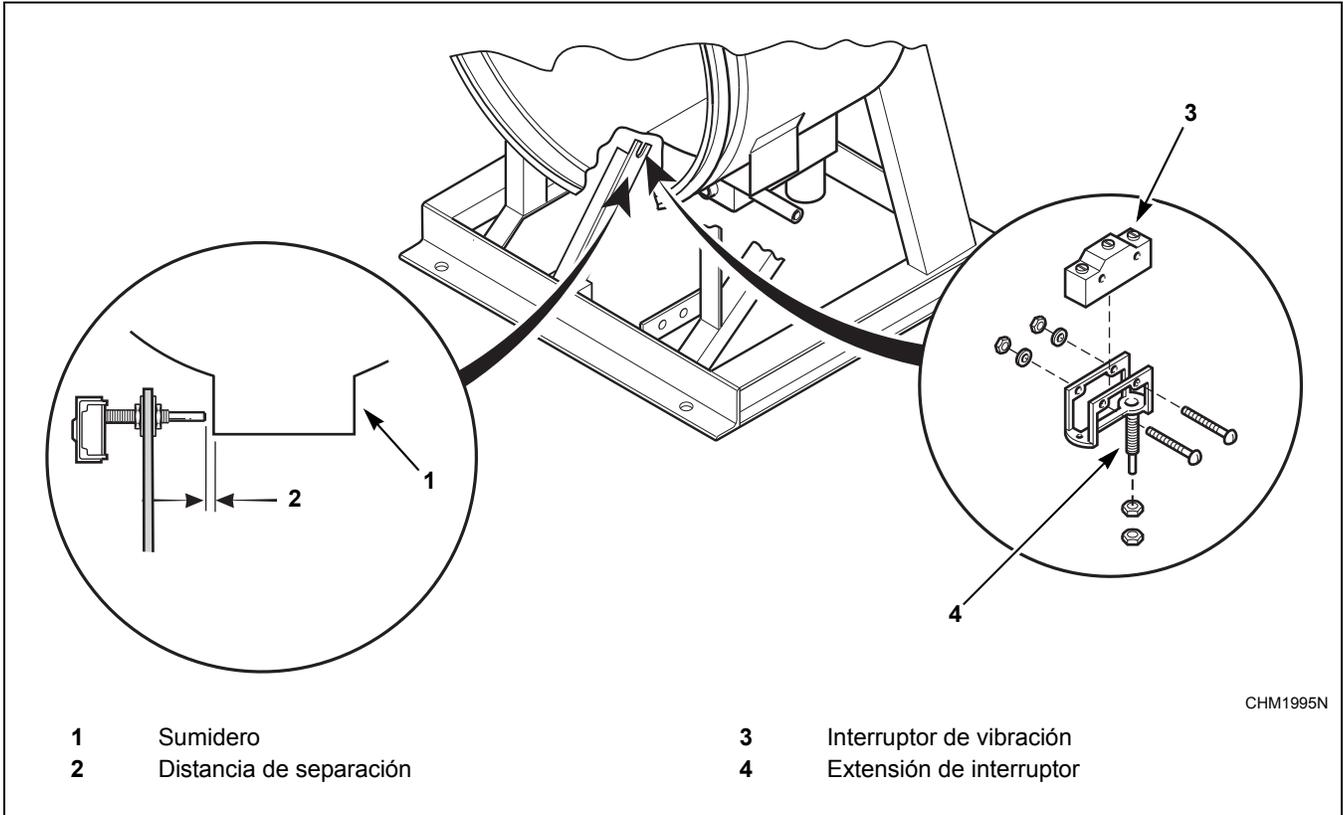
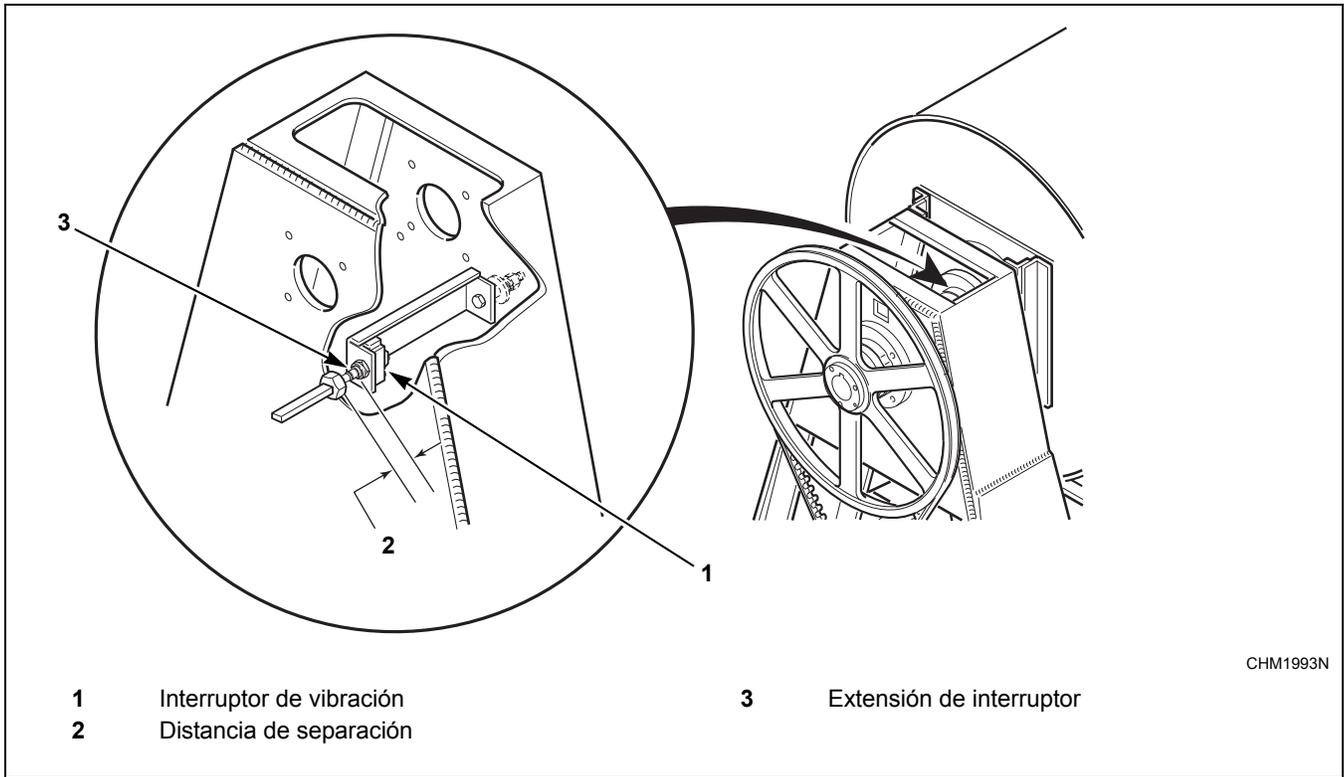

Figura 33
Figura 37
Después de que la máquina haya sido instalada correctamente, la separación del interruptor de vibración deberá ser medida antes de realizar la Prueba de función de control. Localice el espacio que se encuentra entre el interruptor de vibración y la estructura de la máquina. Consulte las Figuras *Figura 33* a *Figura 37*. Para comprobar el ajuste de separación del interruptor, proceda de la siguiente manera:
1. Retire el panel frontal en modelos 18-50. Retire el panel posterior en modelos 60-80. Retire la cubierta superior en el modelo 125. El interruptor puede verse en el interior de la esquina inferior derecha del bastidor en A, montado en un soporte. Consulte las Figuras *Figura 33* a *Figura 37*.